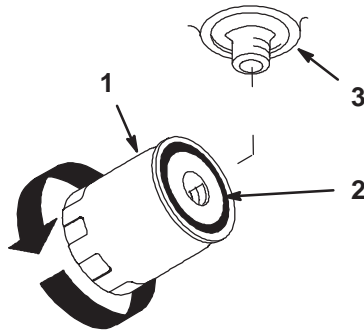

Figure 47
- Appliquez une fine couche de liquide hydraulique sur le joint en caoutchouc du filtre de rechange (Fig. 47).
- Quand le liquide déborde, tournez le filtre dans le sens horaire jusqu'à ce que le joint rejoigne l'adaptateur, puis donnez un demi-tour supplémentaire (Fig. 47).